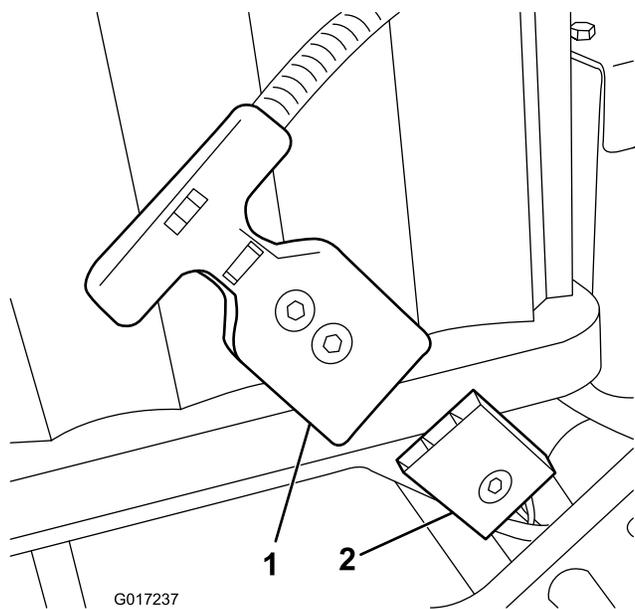

图13
注意： 如果您无法在电池组安装后使电池组插座与机器线束插头对齐，则可以选择先将线束连接至电池组，然后再安装电池组。从电池基座上拔下主电源接头 (图13)。按照说明将接头安装到电池上。将电池安装到基座，附带的线束穿过相应的孔，然后使用之前卸下的紧固件，将主电源接头固定到电池基座上。
15. 将主线束上的 T 形手柄接头连接到电池基座的主电源接头上 (图13)。